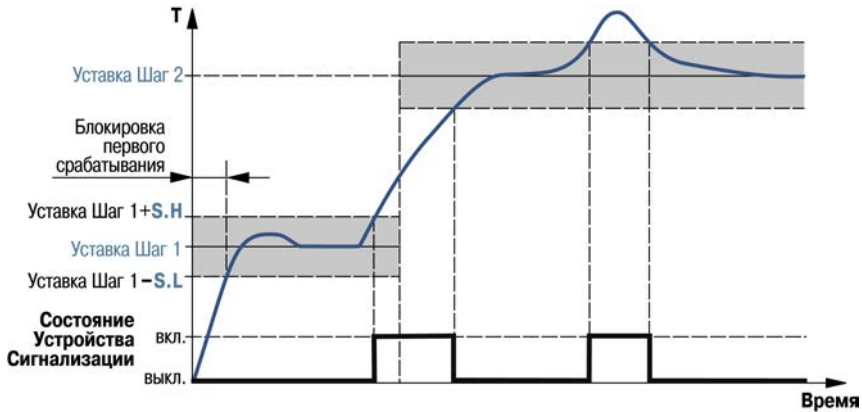

Рисунок 3.8 - Пример логики работы и блокировки срабатывания Устройства сигнализации при U-образной логике
2) при выходе регулируемой величины за заданные пределы – U-образная логика ($S_{iG.t} = S_{otn}$) (рис. 3.8);